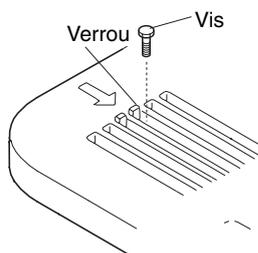

Fig. 9-11b
- (1) Retirez la grille d'aspiration et le filtre à air de la façade de la cassette. (Fig. 9-11b, 9-12 et 9-13)
- a) Retirez les deux vis du loquet de la grille d'aspiration d'air. (Fig. 9-11b)